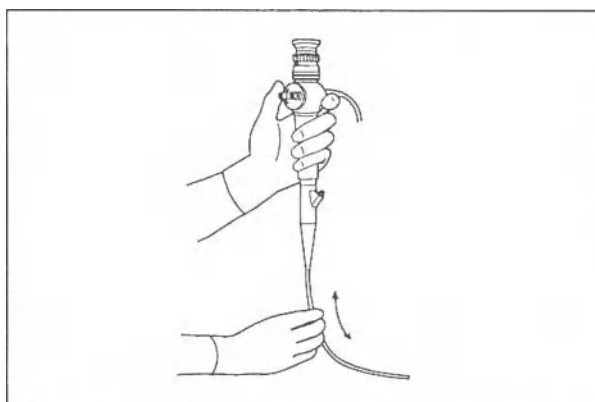

Рисунок 3.2
4. Осторожно проведите пальцами по всей длине вводимой части. Убедитесь в отсутствии любых выступающих объектов, внутренней неплотности или других нарушений (см. рис. 3.2).